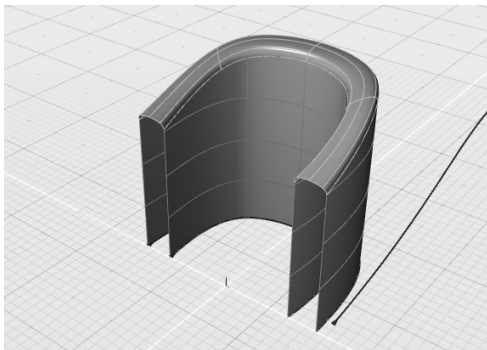

图 5-90 融合曲面效果
3) 当按空格键确认后获得融合曲面效果如图 5-90 所示。